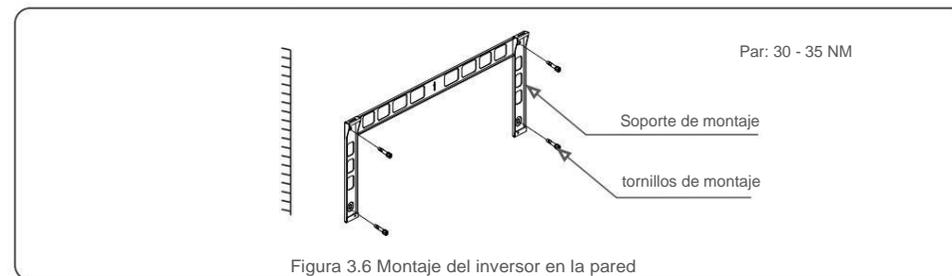
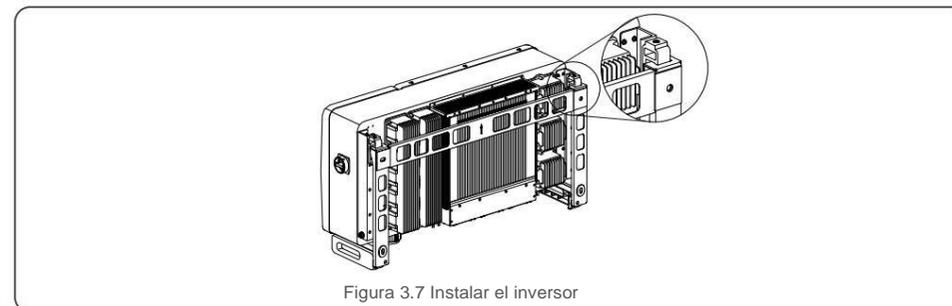

Figura 3.6 Montaje del inversor en la pared
Figura 3.7 Instalar el inversor
Ver figura 3.6 y figura 3.7. El accionamiento debe montarse verticalmente. Los pasos para el montaje del inversor se enumeran a continuación.
1. Con referencia a la Figura 3.6, taladre los orificios para los pernos de montaje según el diámetro del orificio del soporte con un taladro de precisión, manteniendo el taladro perpendicular a la pared. La profundidad máxima es de 90 mm.
2. Asegúrese de que el soporte esté en posición horizontal. ¿Qué pasa si los orificios de montaje (en la Figura 3.6) están marcados correctamente. Taladre los agujeros en la pared en sus marcas.